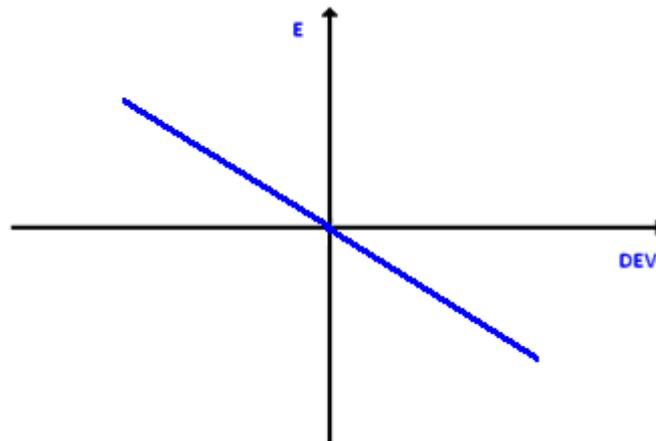

Figura 14 - Erro em função do DEV
Na figura 14 é representado o erro (E) em função do desvio (DEV) da surge control line.